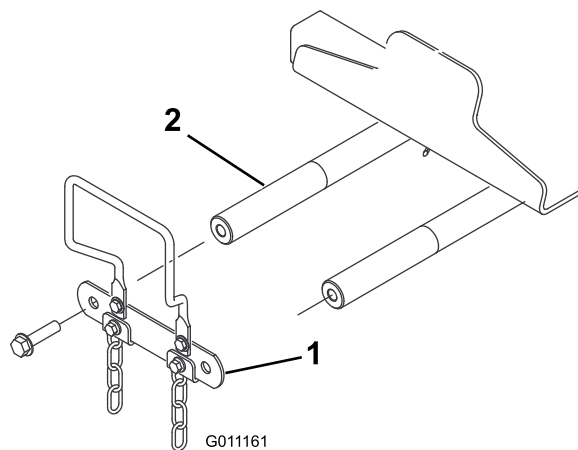

Рисунок 13
1. Отверните 2 болта крепления тяги оси поворота подъемного рычага к осям поворота подъемного рычага и снимите, сохранив для будущего использования, тягу оси поворота и болты (Рисунок 13).